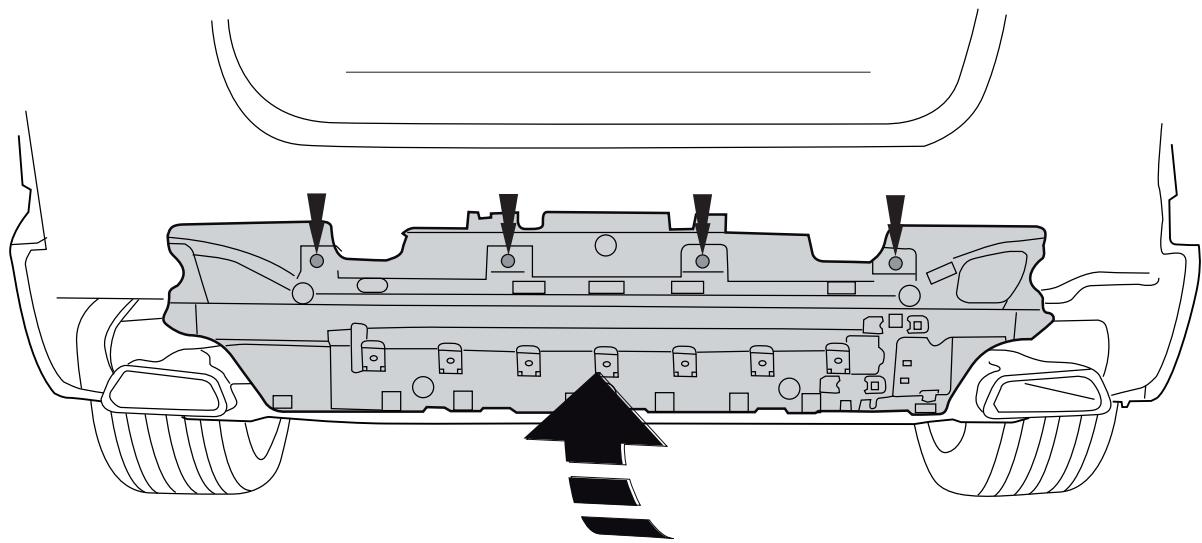

Fig.3
5. Установить пластмассовый корпус на поперечный брус буксируного крюка в точках F. См. рисунок 3.